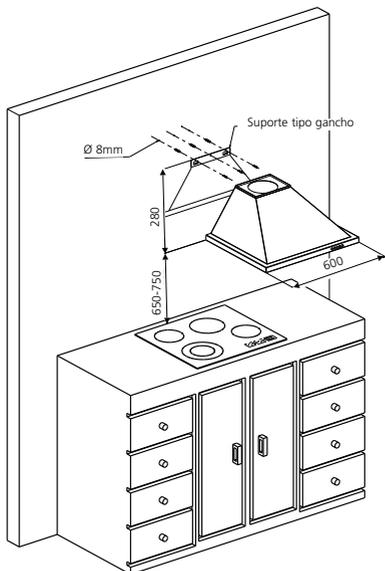

Fig. 15
- Fure as posições marcadas com uma broca de Ø8 mm e fixe o suporte tipo gancho usando as buchas e parafusos que acompanham o produto [fig. 15, 16, 17 e 18].